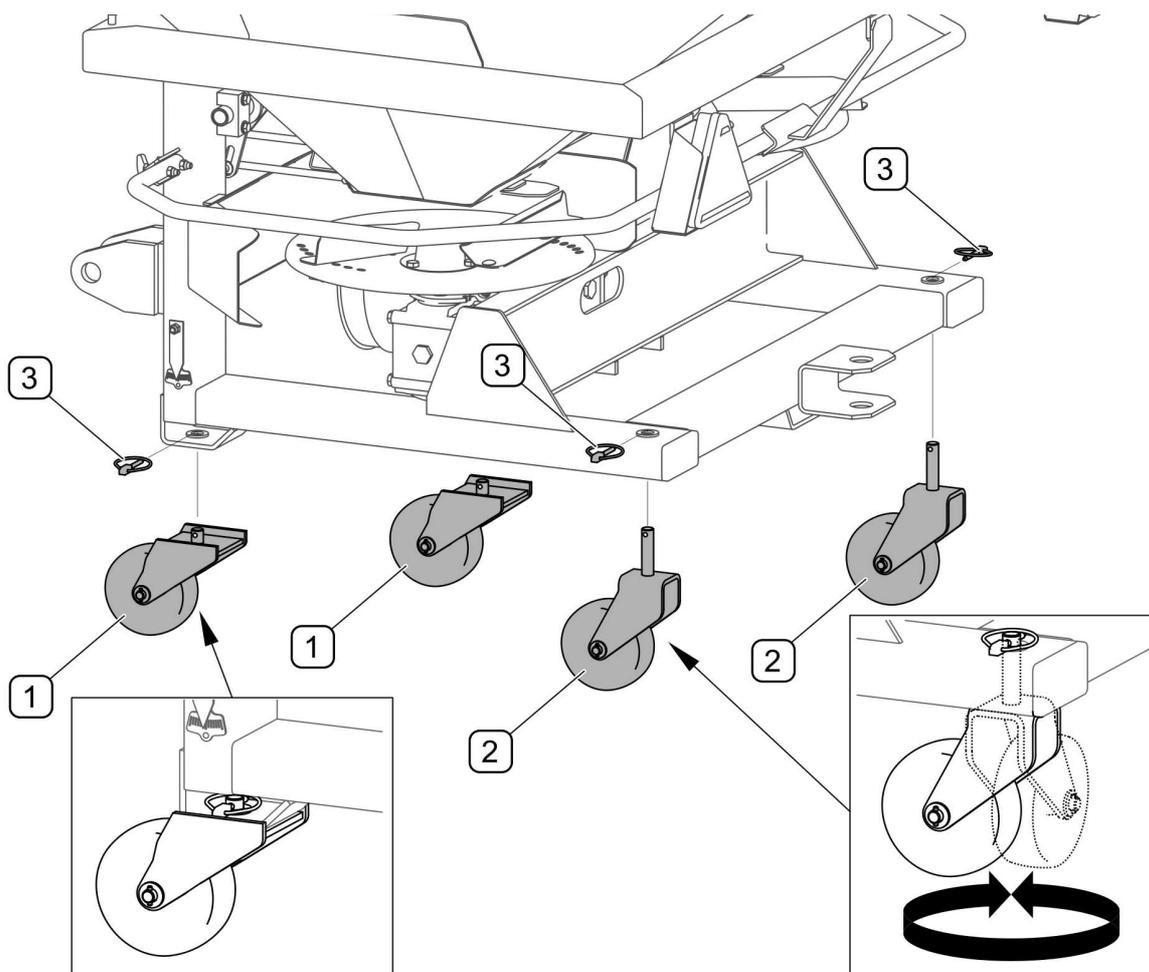

РИСУНОК 4.15 Ходовые колеса (опция)
(1) - переднее жестко фиксированное колесо; (2) - заднее поворотное колесо;
Для облегчения маневрирования разбрасывателем после его отсоединения от трактора можно использовать ходовые колеса (РИСУНОК 4.15), которые крепятся к раме машины. Для крепления колес необходимо поднять машину, поместить соответствующие колеса снизу в отверстия в раме и заблокировать шплинтами (3). Жестко фиксированные колеса (1) крепятся в передней части машины, а поворотные колеса (2) - сзади.